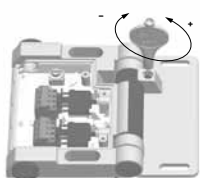

Fig. 6
5. Configurar los contactos NC con las herramientas de ajuste de tal manera que estén abiertos de forma segura con el ángulo máximo de apertura de puerta permitido. Girando en el sentido de las agujas del reloj, el ángulo de conmutación disminuye y se incrementa girando en sentido contrario (fig. 6); si el montaje es interior, el ajuste es al contrario. El ángulo de apertura forzosa es 7° mayor al ángulo de conmutación configurado.